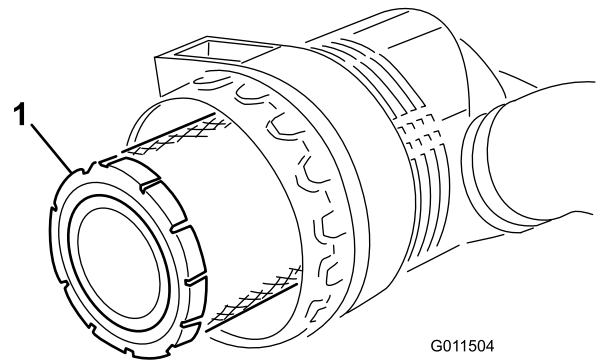

Figura 56
3. Retire e substitua o filtro primário (Figura 56).